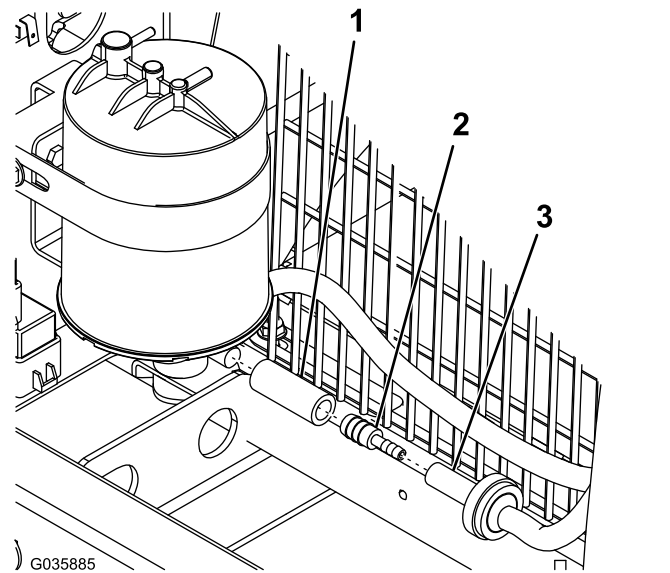

図 7
7. インライン燃料フィルタにホースアダプタと短いホースを取り付け、カーボンキャニスタの底部に固定する **図 7**。